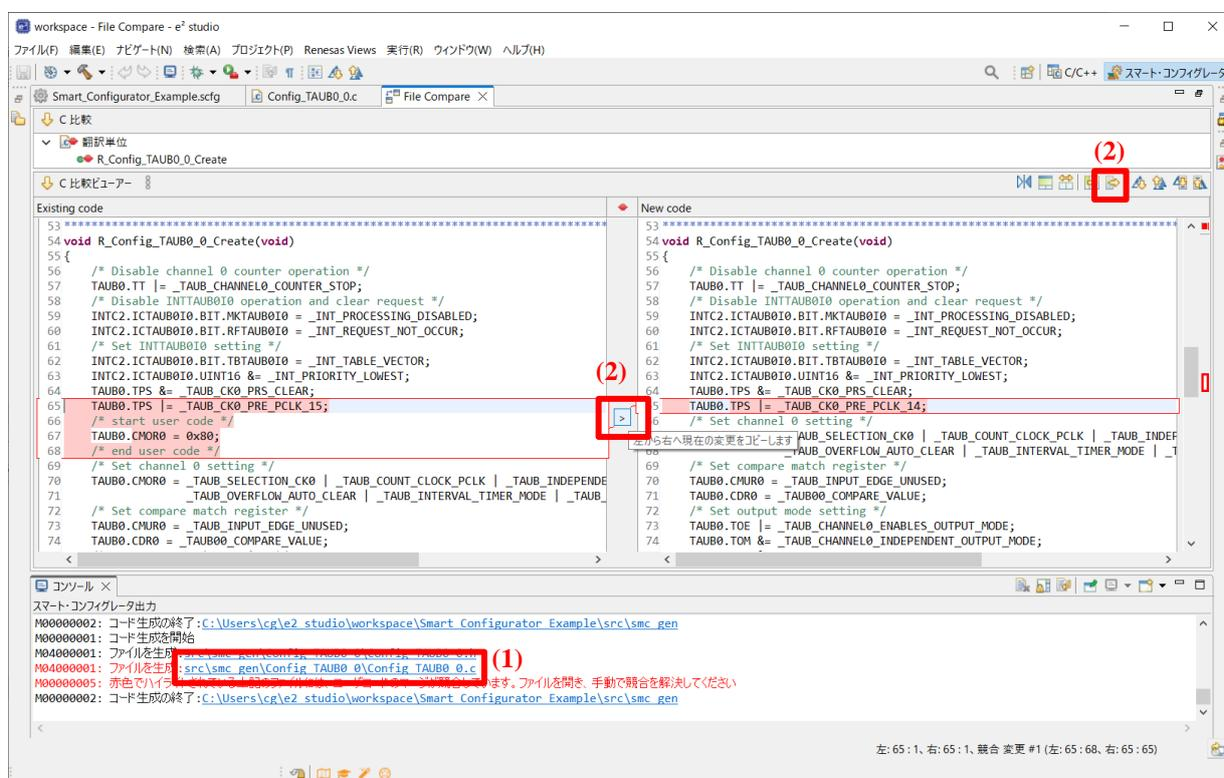

図 10-5 生成された競合コード
- 1) コンソールで競合しているファイルをクリックし、[File Compare]ビューを開きます。(図 10-5)
- 2) 「左から右へ現在の変更をコピー」をクリックします。(図 10-5)